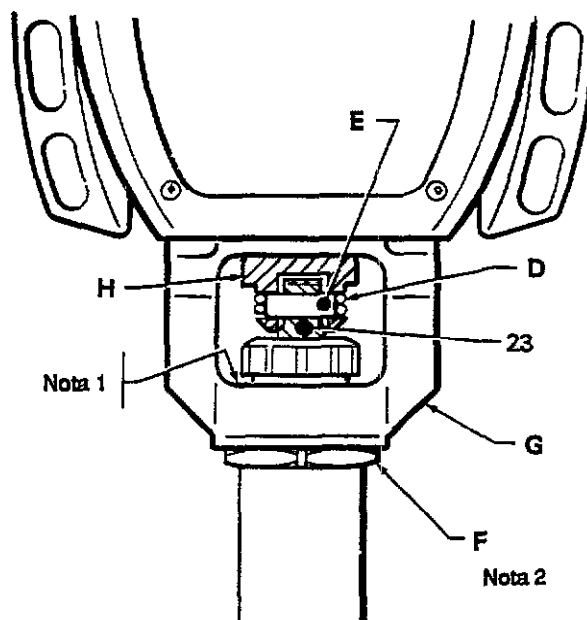

Fig. 6
13. Entornillar la bomba volumétrica aproximadamente unos 3/4 de su distancia de carrera en el recinto de cojinete (G). Mantener el pasador (E) en su recinto en el vástago de pistón (H) y continuar entornillando en la bomba hasta que el pasador corra fácilmente en su recinto. Desenroscar la bomba hasta que la parte superior del hilo de rosca del cilindro de bomba roce la parte frontal del recinto de cojinete y que el empalme de salida (C) se encuentre recto en la parte posterior. Colocar el resorte de seguridad (D) en la garganta alrededor de la biela. Apretar debidamente la tuerca de seguridad (F) a aproximadamente 102-115 N.m, con una llave plana de 2" y un martillo ligero. Véase la Fig. 6.
Verificar la correcta instalación del resorte de seguridad (D) en la garganta de la biela, *alrededor de ésta*, para evitar que se afloje debido a las vibraciones. Véase la Fig. 6.